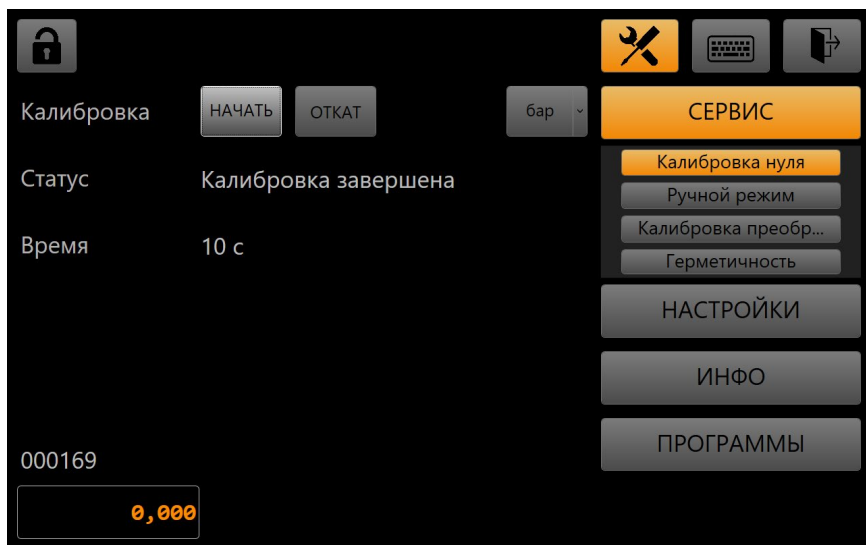

Рис. 10. Калибровка нуля преобразователей давления
2.3.5.1 Калибровка нуля преобразователей требуется, если после сброса давления показания преобразователей значительно отличаются от нулевого значения (более класса точности). Для калибровки нуля:  **Сервис** → **Калибровка нуля** (Рис. 10). Так же выполнить калибровку нуля можно нажав кнопку на рабочем экране  в режиме измерения.